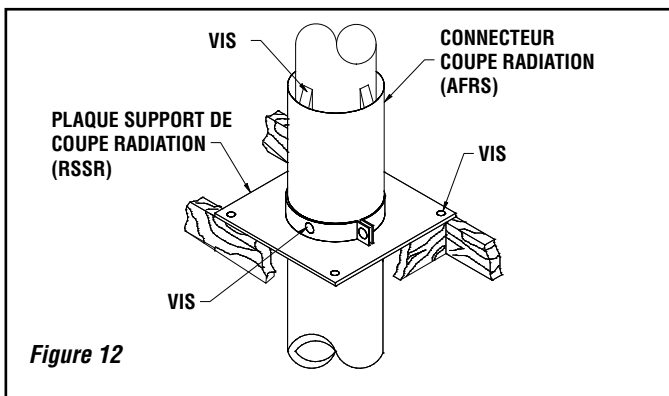

Figure 12
- Au plafond, installer un connecteur coupe radiation (SRS) et un support coupe-radiation avec son collet (RSSR) sans les fixer ensemble tout de suite (*figure 12*).